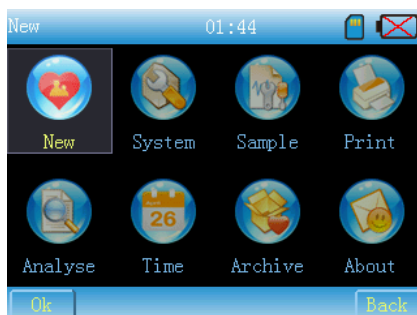

Fig. 7-5
3.  Cliquer sur cette icône ou sur la touche menu pour accéder au menu principal, comme illustré dans la Fig.7-5.